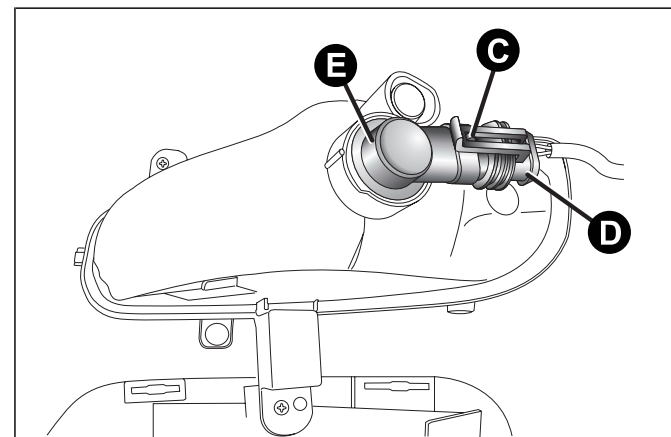

fig. 130
- agire sulla molletta C fig. 130 e scollegare il connettore elettrico D;